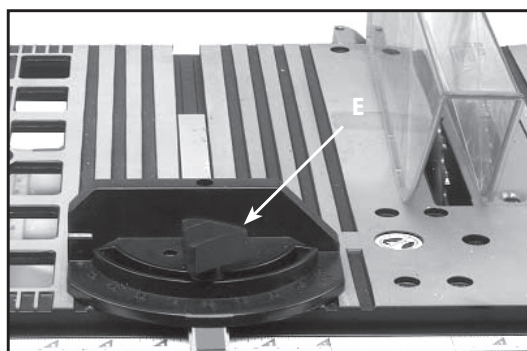

**Fig. 33A**
1. Revise que el inserto para mesa (A), Fig. 33A, esté a ras, o apenas debajo, de la superficie de la mesa (B) en el borde delantero del inserto y a ras, o apenas por encima, de la superficie de la mesa en el borde trasero del inserto.
2. Si el inserto para mesa está por encima de la superficie de la mesa, ajuste los dos tornillos del inserto (C), Fig. 33A, para hacerlo descender.